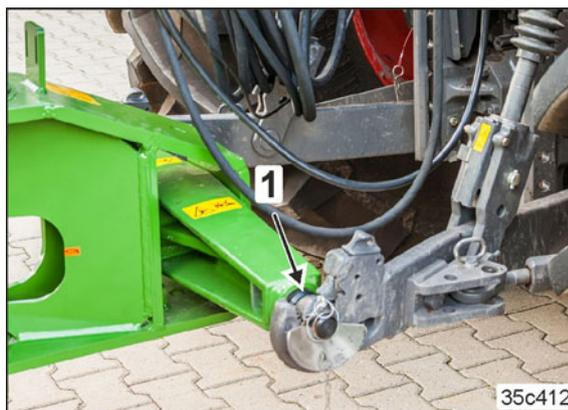

Рис. 115
2. Закрепите шаровую втулку (Рис. 115/1) фиксатором над пальцем нижней тяги тягового дышла и зафиксируйте ее пружинным фиксатором.